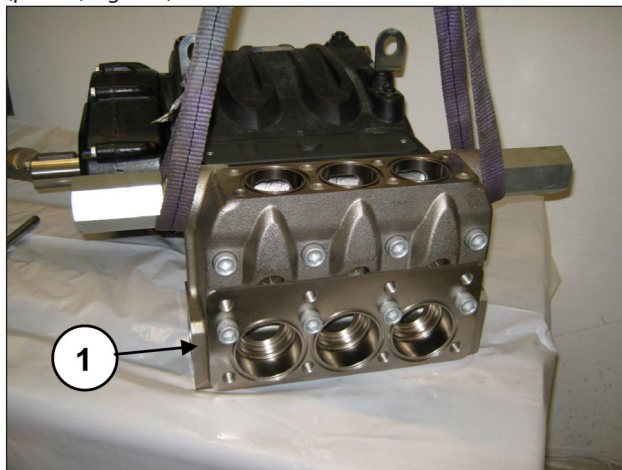
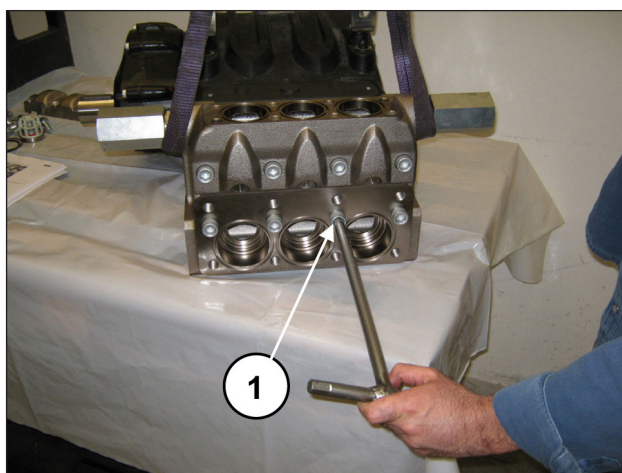

Fig. 162
Fig. 163
Montare la testata sul carter pompa (pos. ①, Fig. 162) facendo attenzione a non urtare i pistoni ed avvitare le 8 viti M16x150 (pos. ①, Fig. 163).